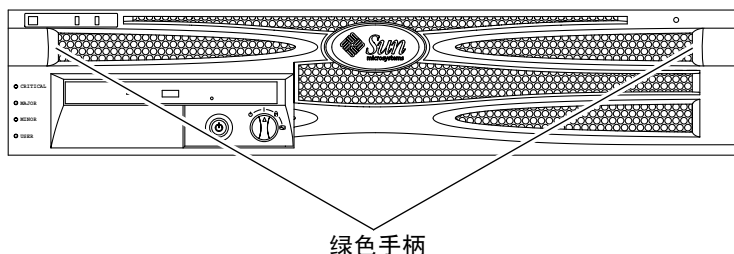

图 7-1 挡板上的手柄
1. 抓住挡板上的两个手柄，将挡板向下旋转至打开位置（图 7-1）。